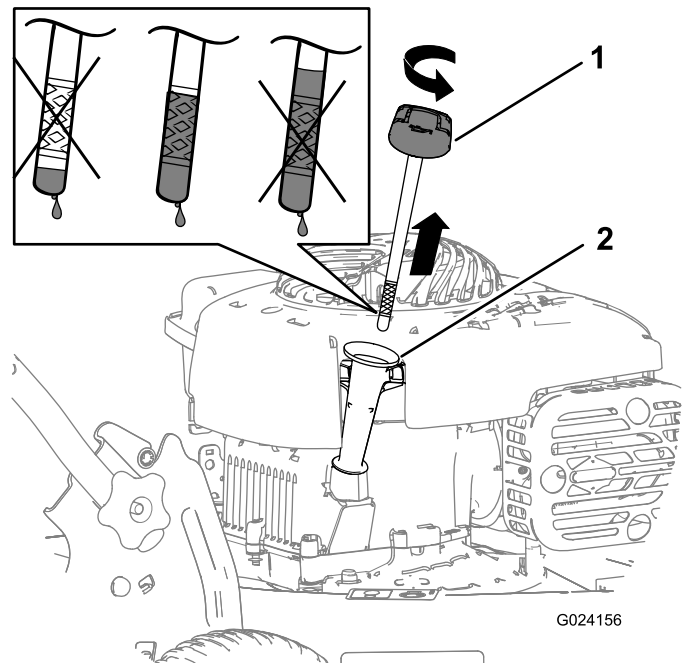

Figura 10
5. Rimuovete l'asta di livello e controllate il livello dell'olio; fate riferimento a Figura 10.
2. Togliete l'asta di livello (Figura 10).